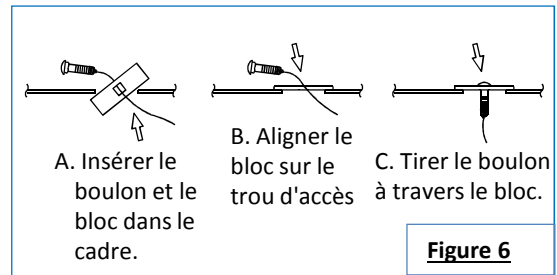

Figure 6
10. **Poser les boulons de carrosserie et les blocs** – À l'aide de la méthode de fil de tirage inversée, attacher les fils de tirage aux boulons de carrosserie et poser des boulons de carrosserie 1/2 po et des blocs espaceurs dans les fentes arrière dans le bas des longerons de cadre. Voir la Figure 6.
10. Poser les boulons de carrosserie et les blocs –À l'aide de la méthode de fil de tirage inversée, attacher les fils de tirage aux boulons de carrosserie et poser des boulons de carrosserie ½ po et des blocs espaceurs dans les fentes arrière dans le bas des longerons de cadre. **Voir la Figure 6.**